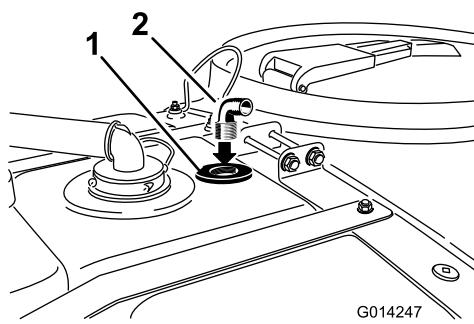

图16
4. 将 90 度接头装入冲洗喷嘴隔板的螺纹孔中 (图16)。